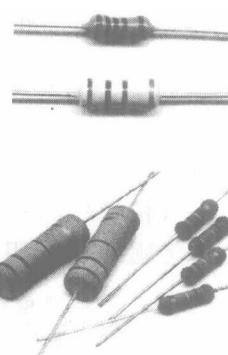

图 1.9 薄膜电阻
① 线绕电阻:通用线绕电阻、精密线绕电阻、大功率线绕电阻、高频线绕电阻。
② 薄膜电阻:碳膜电阻、合成碳膜电阻、金属膜电阻、金属氧化膜电阻、化学沉积膜电阻、玻璃釉膜电阻、金属氮化膜电阻,如图 1.9 所示。
③ 敏感电阻:压敏电阻、热敏电阻、光敏电阻、力敏电阻、气敏电阻、湿敏电阻。
① 标称阻值:电阻上面所标示的阻值。
② 允许误差:标称阻值与实际阻值的差值与标称阻值之比的百分数称为阻值偏差,它表示电阻的精度。
③ 额定功率:在正常的大气压力及环境温度条件下,电阻长期工作所允许耗散的最大功率。
④ 温度系数:温度每变化 1℃ 所引起的电阻值的相对变化。阻值随温度升高而增大的为正温度系数(PTC),反之为负温度系数(NTC)。
① 直标法:用数字和单位在电阻表面标出阻值,其允许误差直接用百分数表示。若电阻上未注偏差,则均为±20%。
② 文字符号法:用阿拉伯数字和文字符号两者有规律的组合来表示标称阻值,其允许偏差也用文字符号表示。符号前面的数字表示整数阻值,后面的数字依次表示第一位小数阻值和第二位小数阻值。